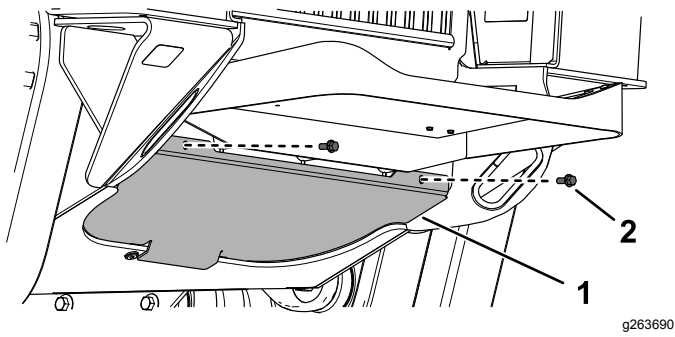

Figure 42
1. Retirez les 2 boulons de fixation de la plaque inférieure (Figure 42).